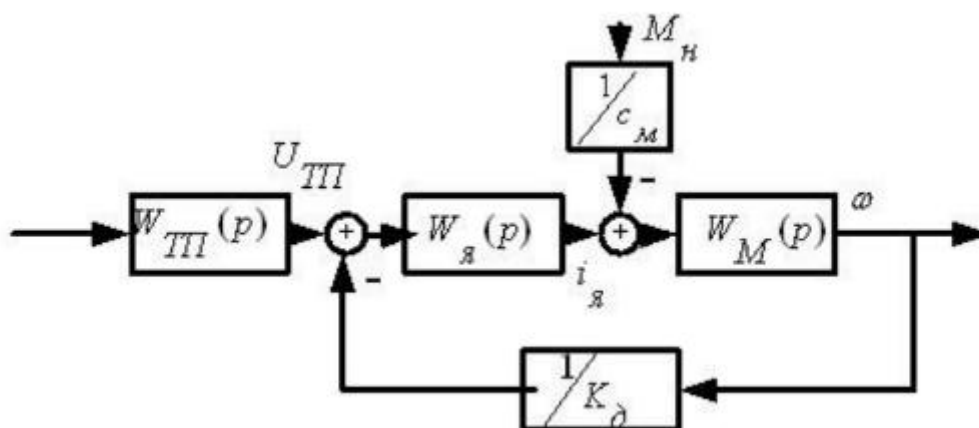

Рисунок 1 – пример практического задания по расчету двигателя мобильного робота
1. Разработать алгоритм исследования системы управления двигателем постоянного тока по задающему воздействию и по компенсации нагрузочного момента, который возникает после 10 с работы двигателя, рисунок 1.